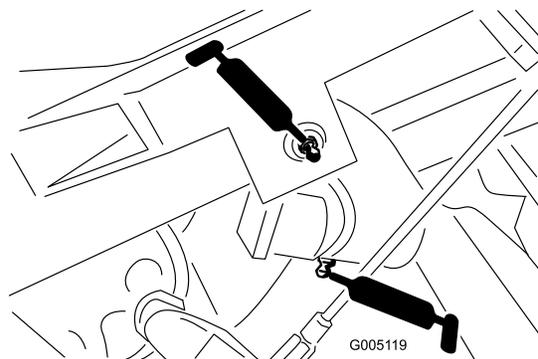

図 37
- 昇降アームのピボット3か所とピボットヒンジ3か所 図 37